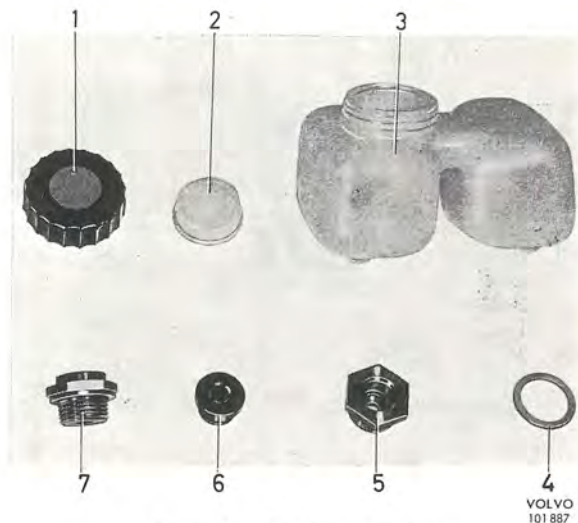
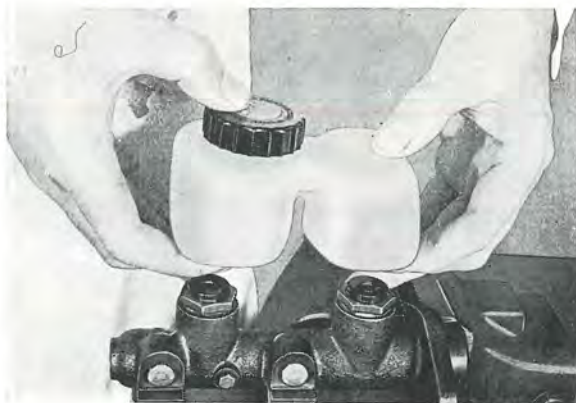

Bild 49. Behållardetaljer
Bild 48. Demontering av behållare
Två olika utförande av behållare förekommer. 142 till och med chassinummer 1499 och 144 till och med chassinummer 37099 har två separata behållare, vardera försedd med så kallad AKB-ventil (bild 47). Med denna ventil förhindras att bromsskivorna genom kraftiga skakningar eller dylikt flyttar sig onormalt långt från bromsskivan så att pedalreserven minskar. Ovannämnda fordon med högre chassinummer samt 145 har behållare vars överdel (maxnivå och påfyllning) är gemensam för båda kretsarna, se bild 49. Denna behållare saknar AKB-ventiler, istället kan bakre bromsok vara försedda med ASB-anordningar med liknande funktion.
- b. Gäller gemensam bromsvätskebehållare. Fatta med båda händerna under behållaren och dra upp den från gummitätningarna, se bild 48. Demontera lock och sil från behållaren samt muttrar och gummitätningar från cylindern, jämför bild 49.
5.b. Gäller gemensam bromsvätskebehållare. Montera muttrar (5 bild 49) med brickor (4) och gummitätningar (6). Kontrollera att luftningshålet i locket (1) är öppet och sätt sil (2) och lock på plats. Montera behållaren, jämför bild 48.